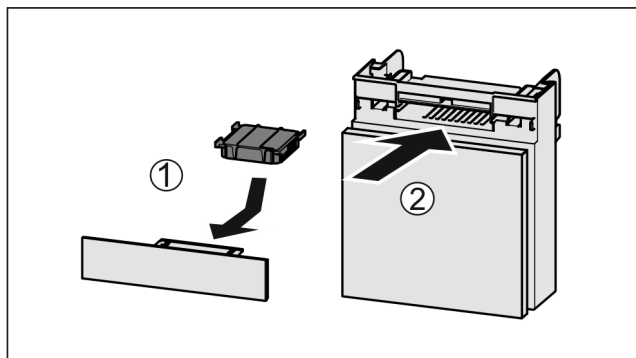

Fig. 132
- ▶ Wkładać Fig. 132 (1) filtr z węglem aktywowanym zgodnie z ilustracją.
- ▶ Wsunąć komorę Fig. 132 (2).